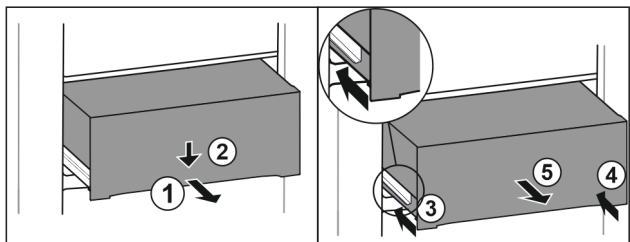

Fig. 91
- ▶ Vytiahnite zásuvku do polovice. Fig. 91 (1)
- ▶ Zatlačte zásuvku na prednej strane smerom nadol. Fig. 91 (2)
- ▶ Zasuňte ľavú koľajničku o cca 2 cm. Fig. 91 (3)
- ▶ Zasuňte pravú koľajničku o cca 2 cm. Fig. 91 (4)
- ▶ Odoberte zásuvku dopredu. Fig. 91 (5)